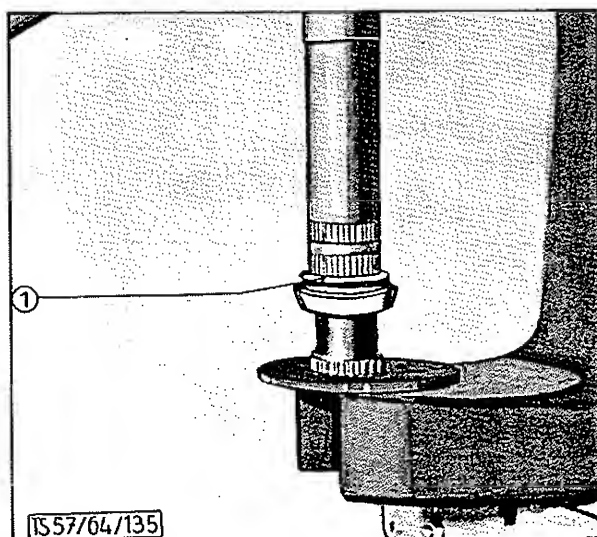
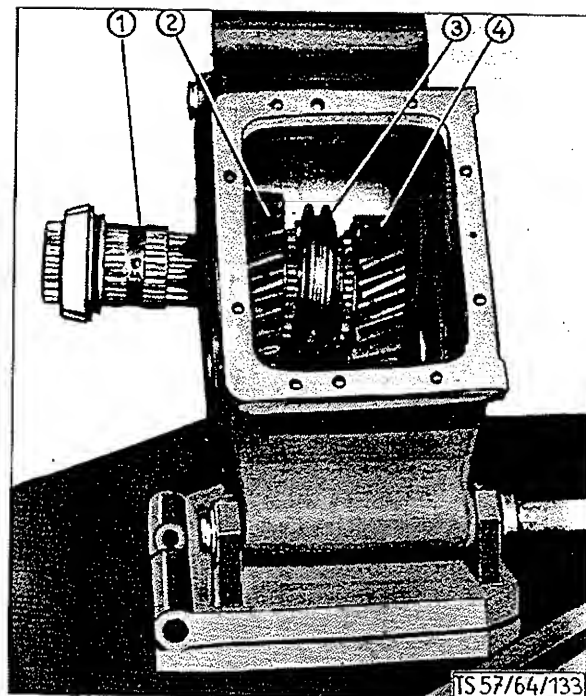

BILD 3: Kegelrollenlager-Innenring auf die Abtriebswelle aufpressen
BILD 4: Einbauen der Abtriebswelle
1. Spritzblech und Distanzring (1/26) auf die Abtriebswelle auffädeln, den Innenring des Kegelrollenlagers, die Anlaufscheibe (1/25) und die Laufbüchse (1/24) nachpressen (Bild 3). Die Laufbüchse auf der Welle mit Öl schmieren und Welle ins Gehäuse einführen (Bild 4). Von innen folgende Teile der Reihe nach und gemäß ihrer Lage auf Bild 1 auffädeln bzw. auftreiben: das Schrägrad zum Geländegang (1/23) mit eingebautem Sprengring, den Muffenträger (1/22), die Schalmuffe (1/18), die Laufbüchse für das Schrägrad zum Straßengang (1/21), (Laufbüchse (1/21) und Kegelrollenlager (1/12) auf ca. 100°C aufwärmen!), das Schrägrad selbst mit eingebautem Sprengring (Bohrung des Rades vorher schmieren), die Anlaufscheibe (1/19) mit der Abschrägung nach außen; der Kegelrollenlager-Innenring mit Rollenkranz (1/12) und das Tachometer-Antriebsrad (1/14). Anschließend den Kegelrollenlager-Außenring in das Gehäuse eintreiben.